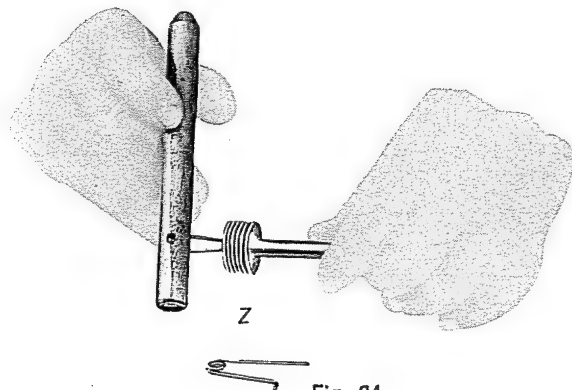

Fig. 34
- c) Agendo in egual maniera, comprimere la molla del riduttore ed inserirla nella stessa posizione della molla estratta (fig. 34).
- c — depressing the magazine plug spring in the same way, place it into the magazine tube cap (fig. 34).
- c — en comprimant le ressort du réducteur de la même façon, l'insérer dans le bouchon du tube magasin (fig. 34)*